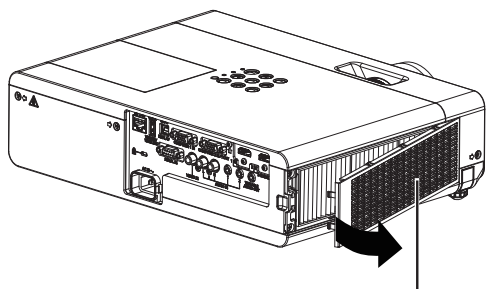

Fig.1
1) Retirez le couvercle de filtre à air. (Fig.1)